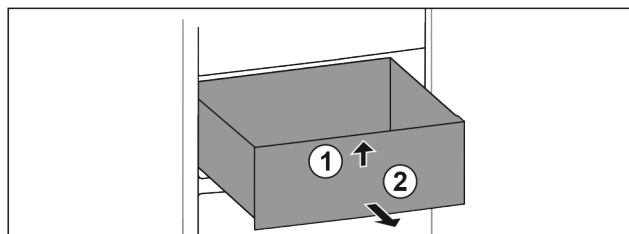

Fig. 166
- ▶ Nadzvedněte zásuvku vpředu. Fig. 166 (1)
- ▶ Vyjměte zásuvku dopředu. Fig. 166 (2)